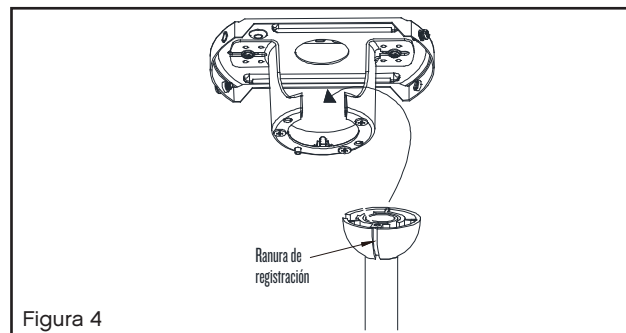

Figura 4
- 2 Conecte los cables conductores negros del interruptor en la base A a los cables negros en la caja del interruptor. Cable de entrada activo a uno de los cables del interruptor de la base. El cable de alimentación del ventilador está conectado al cable restante del interruptor. (Figura 4)